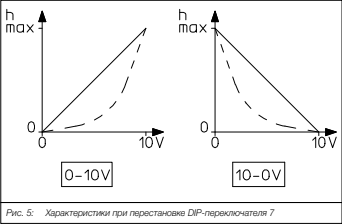

Рис. 5: Характеристики при переключении DIP-переключателя 7
(1) S1 ON/OFF	Настройка хода штока привода под используемый вентиль с соответствующей характеристикой регулирования
(2) S2 ON/OFF
(3) S3 ON/OFF
(4) S4 ON/OFF
(5) S5 ON/OFF
(6) S6 ON/OFF
(7) ON = 10 В - 0 В см. рис. 5	OFF = 0 В - 10 В
(8) ON OFF	автивирована деактивирована